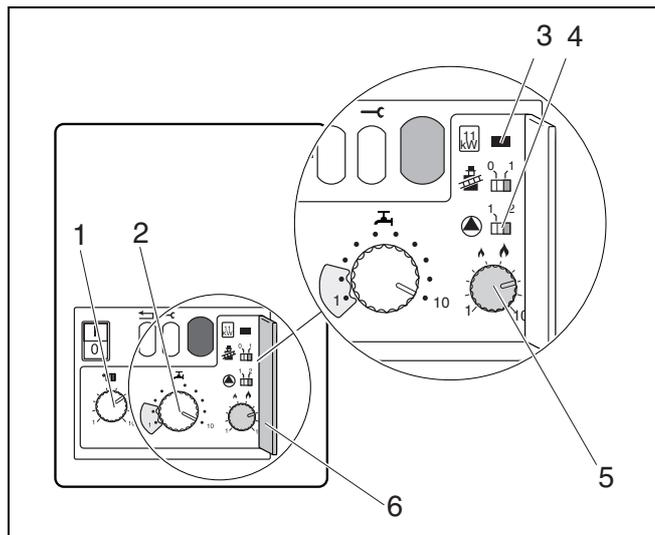

Fig. 22 Livello di servizio
Legenda fig. 22
- Tarare il regolatore (fig. 22, pos. 1), secondo il dimensionamento dell'impianto, sulla temperatura di mandata desiderata, conformemente alla tabella 3.
- Tarare con il regolatore (fig. 22, pos. 2) la temperatura dell'acqua calda desiderata secondo la tabella 4.
- Aprire la copertura del secondo livello di servizio (fig. 22, pos. 6).
- Tarare la potenza di riscaldamento sul regolatore (fig. 22, pos. 5) secondo il fabbisogno termico corrispondente (tabella 5). Rispettare, durante la regolazione, le perdite di potenza del sistema di scarico dei gas combusti (tabella 6).
- Porre l'interruttore ▲ (fig. 22, pos. 4) in posizione "1": la temporizzazione della pompa è ora di 5 min. Portare l'interruttore ▲ in posizione "2" se l'impianto è regolato in funzione della temperatura ambiente e sussiste pericolo di gelo per le parti dell'impianto situate al di fuori del campo di rilevamento del regolatore della temperatura ambiente, ad esempio radiatori nel garage. La temporizzazione della pompa è 24 h.
- Rimuovere il jumper (fig. 22, pos. 3) e conservarlo.